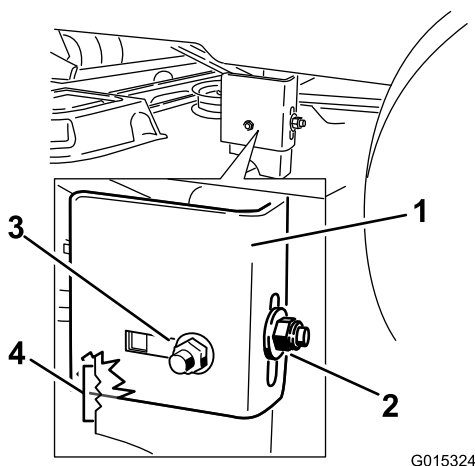

Figure 51
9. Desserrez l'écrou de blocage arrière sur le support (Figure 51).
10. Desserrez l'écrou de blocage latéral sur le support jusqu'à ce qu'il soit possible d'ajuster le support (Figure 51). Utilisez les fentes du support soudé pour mesurer
12. Arrêtez le tablier de coupe et vérifiez sa hauteur, puis serrez l'écrou de blocage latéral sur le support pour fixer cette nouvelle position (Figure 51).